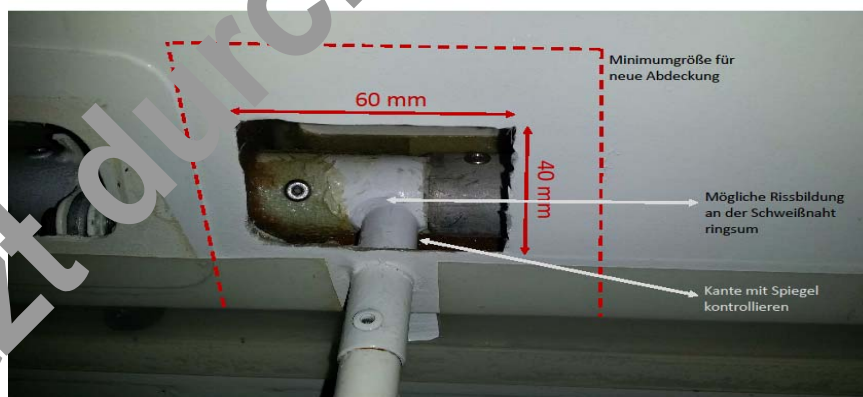

Bild 1
- 1) Aufschneiden der Querruder von unten (Bild 1) gemäß Technischer Mitteilung Nr. D4-B_TM-2014-01 des Herstellers und Sichtprüfung der Schweißnähte mit geeigneten Mitteln (z.B. Vergrößerungsglas und Zahnarztspiegel).